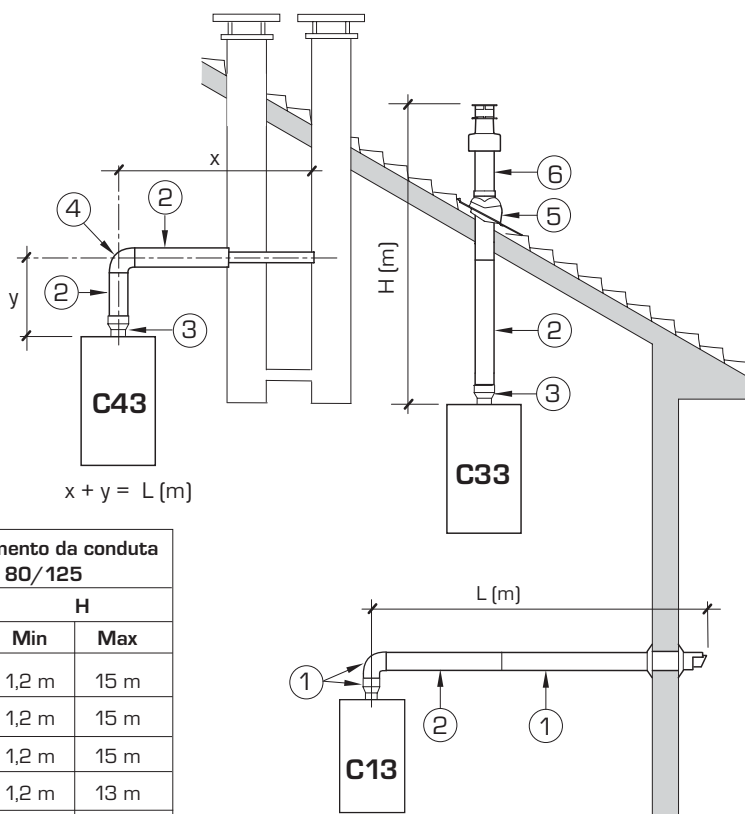

Fig. 8
2.7 CONDOTA COAXIAL ø 60/100 - ø 80/125 (fig. 8)
As condutas de aspiração e de descarga coaxiais são fornecidas, por encomenda, num kit com folha de instruções para a montagem. Os esquemas da fig. 8 ilustram alguns exemplos dos vários tipos de modalidade permitidos e os comprimentos máximos utilizáveis.